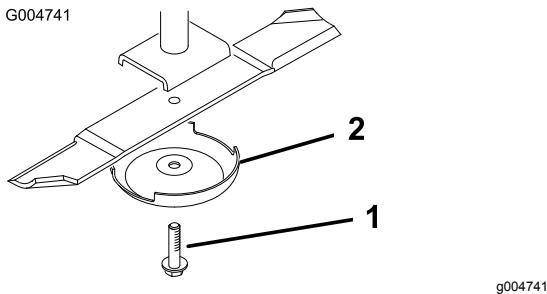

Bild 117
- Entfernen Sie die Messerschraube, die Antiskalpiercuppe und das Messer von der Spindelwelle (Bild 117).